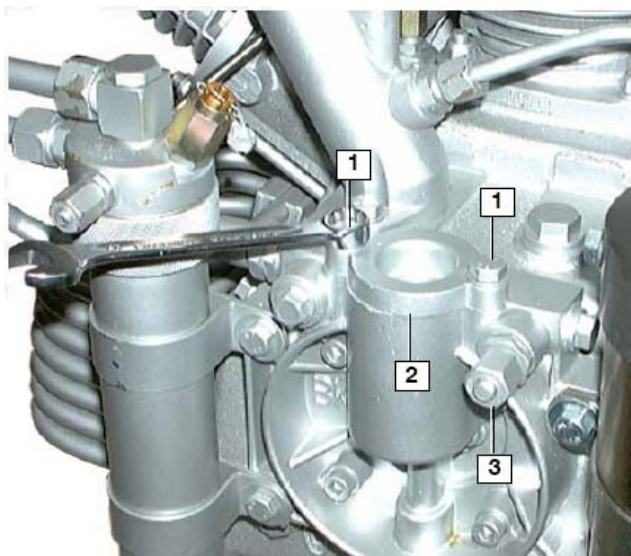

Рис.22. Корпус и крышка масляного фильтра
- Открутите два болта (1, рис.22) на крышке масляного фильтра ключом на 13 и снимите крышку (2) вместе с масляным фильтром
- Открутите заглушку 3 (рис.22) на три оборота и дождитесь, пока из-под заглушки не будет просачиваться чистое масло, без пузырьков воздуха